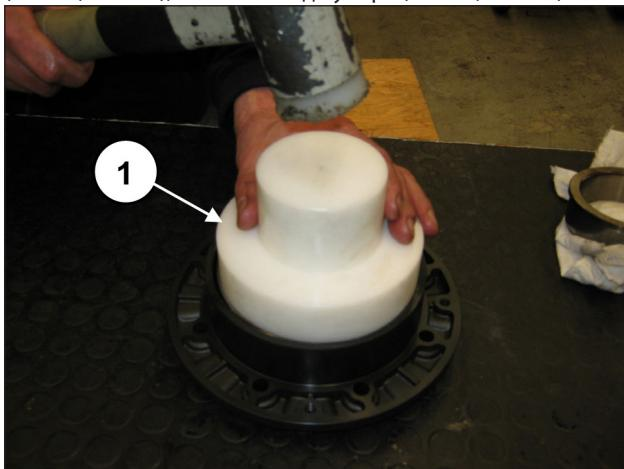
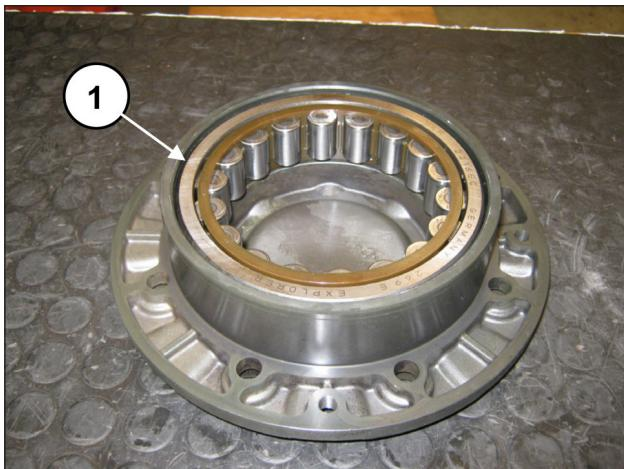

Рис. 57
Рис. 58
Повторите операцию на крышки подшипника, предварительно установив внешнее кольцо подшипника коленчатого вала с помощью инструмента арт. 27605000 (поз. ①, Рис. 57), вставив его до упора (поз. ①, Рис. 58).